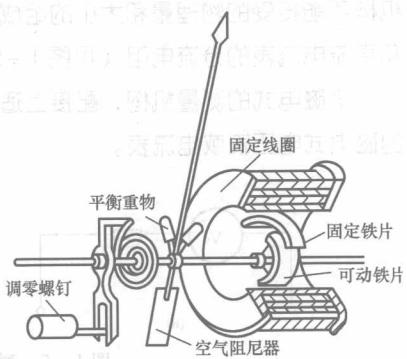

图 1-3 电磁式仪表测量机构
(1) 结构。电磁式仪表的测量机构如图 1-3 所示，主要由固定线圈和可动铁片组成，可动铁片与转轴固定在一起，转动轴由指针、游丝与零位调节器组成。
(2) 工作原理。当线圈内有被测电流通过时，线圈电流的磁场使两块铁片同时磁化，且获得同极性而互相排斥。固定铁片推动可动铁片运动，可动铁片通过传动轴带动指针偏转。被测量越大，指针偏转角度越大，当电磁偏转力矩与游丝形变的反作用力矩平衡时，指针停转，在面板上指出被测电流值。
(3) 作用。电磁式仪表具有结构简单牢固、稳定性好、过载能力强、成本较低、便于制造等优点，常用于制造交流电压表和交流电流表等指示性仪表。